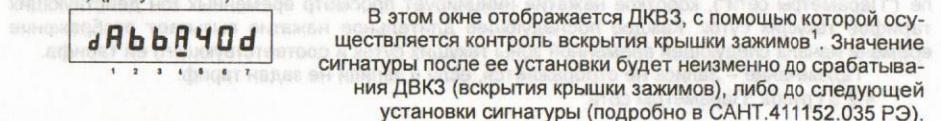

Рисунок 4.10
4.2.4.7 Окно "Сигнатура ДВКЗ" (для исполнений счетчиков с контролем вскрытия крышки зажимов) (рисунок 4.10)